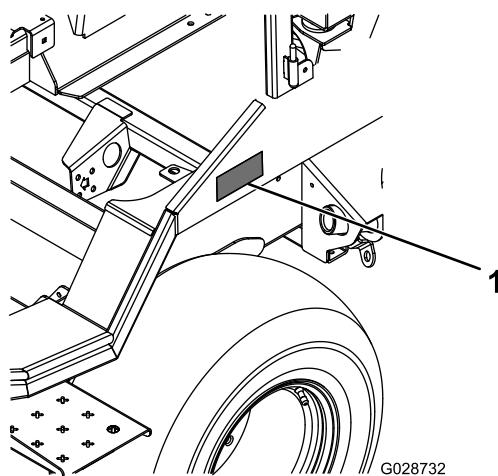
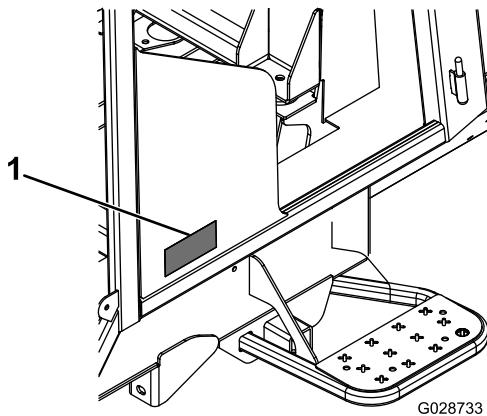
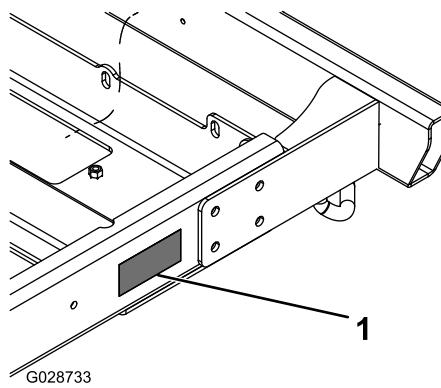

Figure 38
Figure 39
Figure 40
3. Collez les 2 bandes réfléchissantes rouges restantes sur votre modèle, comme montré à la Figure 38, Figure 39 ou Figure 40.